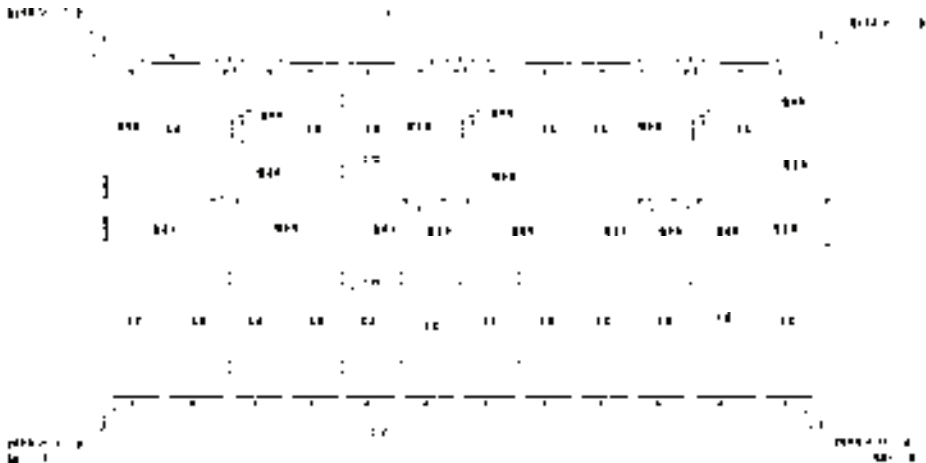

图 14-41 引出标注
9) 重复上述操作, 为平面图添加引出标注, 结果如图 14-41 所示。